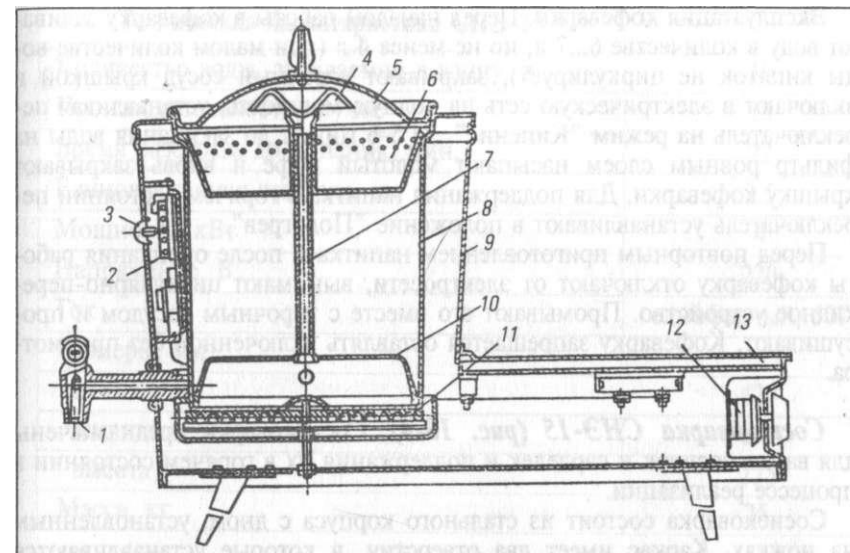

Рис. 10-3. Кофеварка КВЭ-7
*Электрическая кофеварка КВЭ-7 (рис. 10-3)* — предназначена для приготовления натурального кофе и кофейных напитков и является аппаратом периодического действия. Она состоит из варочного сосуда и наружного корпуса, воздушный зазор между которыми служит теплоизоляцией. Нагревательный элемент закрытого типа расположен в литом чугунном диске, установленный на дне варочного сосуда. Внутри варочного сосуда установлено циркулярно-перекидное устройство, состоящее из пароуловителя, фильтра, отражателя и циркуляционной трубки. В боковой стенке у дна внутреннего сосуда имеется патрубок с краном для разбора кофе. Сверху кофеварка закрывается съемной крышкой.